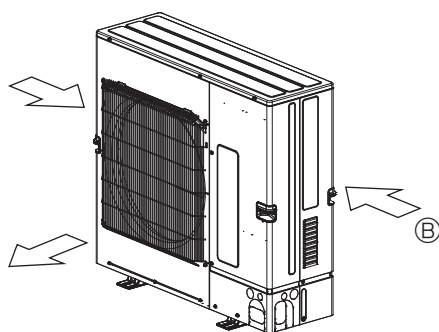

Fig. 2-6
- ③ Расположите прибор таким образом, чтобы воздух выходил из него перпендикулярно направлению сезонного ветра, если это возможно. (Fig. 2-6)